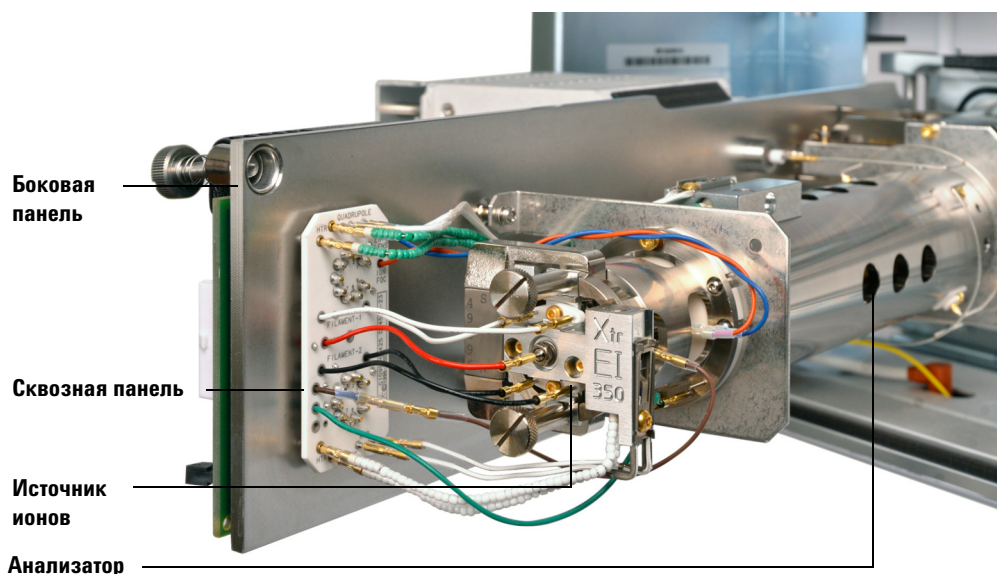

Рисунок 20 Камера анализатора
- 3 Ослабьте винты боковой панели переднего анализатора (Рисунок 20), если они затянуты.